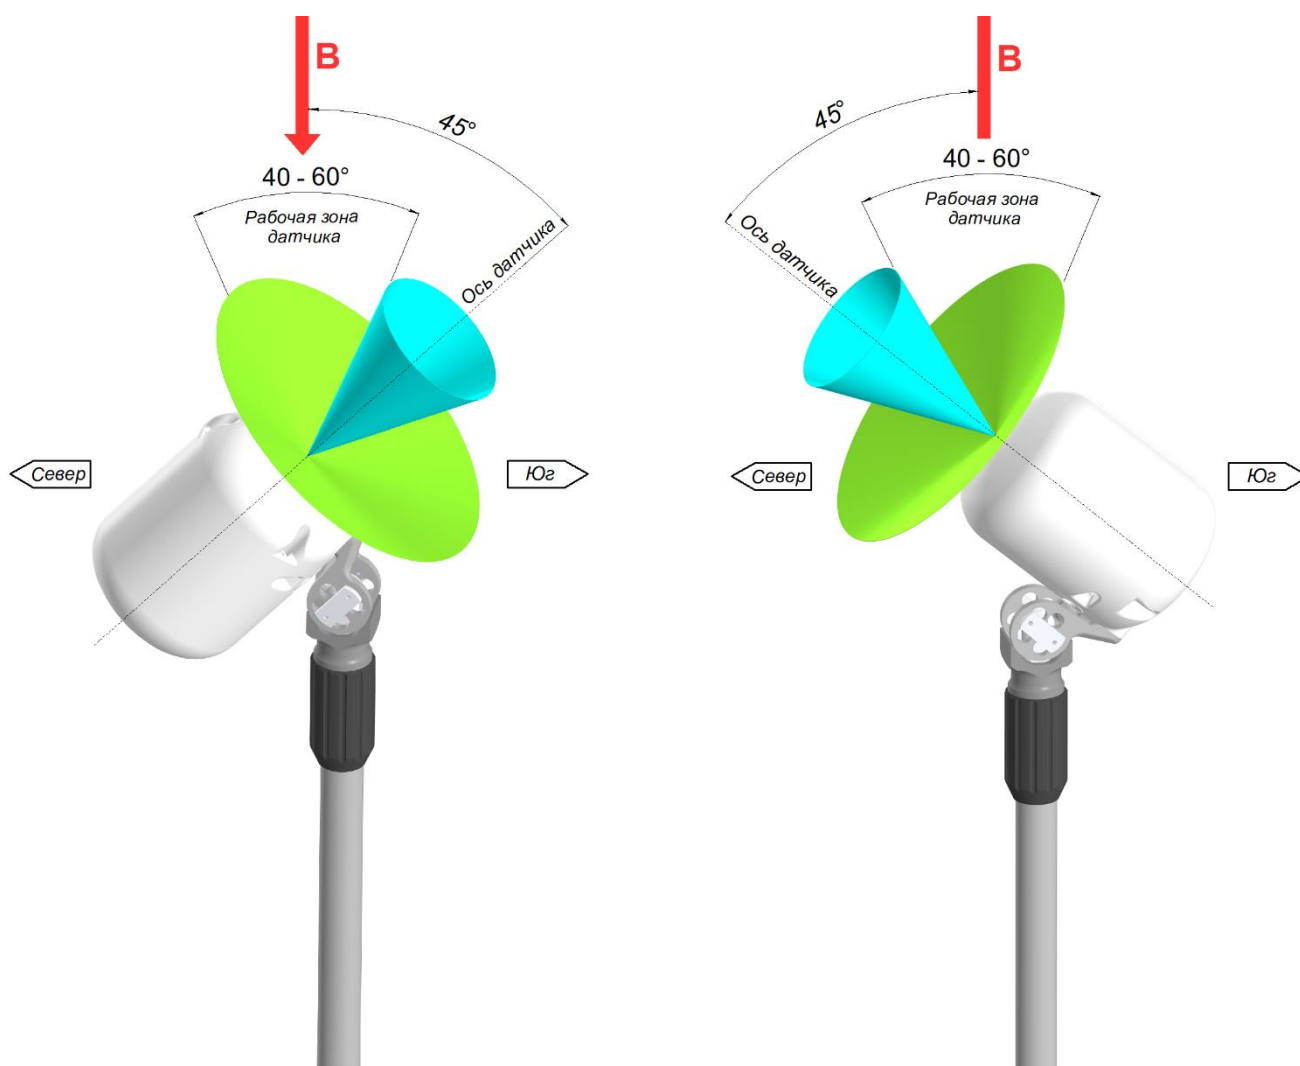

Рисунок 19 – Визуализация рабочей зоны датчика магнитометра SmartMag. Слева для Северного полушария, справа для Южного.
**ВНИМАНИЕ!** Перед началом измерений датчик МВС следует сориентировать относительно вектора магнитного поля Земли (МПЗ). Оптимальный угол ориентации квантового датчика CSmag составляет  $45^\circ$  между осью датчика и вектором МПЗ. Датчик имеет полярную и экваториальную мертвые зоны. Наклон вектора магнитного поля Земли можно оценить исходя из широты, в которой выполняются работы: на экваторе вектор МПЗ параллелен поверхности Земли, а на полюсах субвертикален (см. п. 7.2). Оценить наклонение вектора МПЗ можно на сайте <https://www.ngdc.noaa.gov/geomag/calculators/magcalc.shtml#igrfwmm> или с помощью приложения для смартфона с трёхосевым компасом. Рабочая зона датчика МВС составляет  $\pm 30^\circ$  относительно оптимального угла (Рисунок 19). Кронштейн датчика имеет две степени свободы, что позволяет поворачивать датчик вокруг и поперёк штанги. На практике оптимальный угол поворота датчика подбирается, глядя на показания шкалы пульта управления МВС, которая отображает уровень сигнала. Максимальный уровень сигнала на шкале соответствует оптимальному положению датчика.